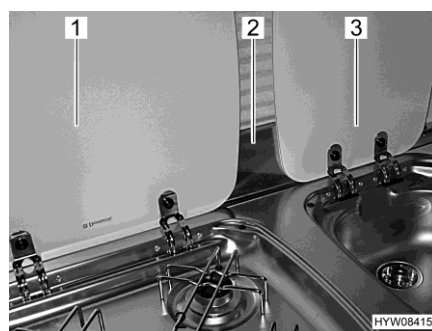

Bild 141 Flamskyddsplåt och lock
Före matlagning måste flamskyddsplåten (Bild 141,2) hakas fast på fönster-ramen. Flamskyddsplåten täcker då området mellan locken för diskhon (Bild 141,3) och gasspisen (Bild 141,1).
- Haka fast flamskyddsplåten (Bild 141,2) på fönsterramen.
- Öppna gasspisens lock (Bild 141,1).